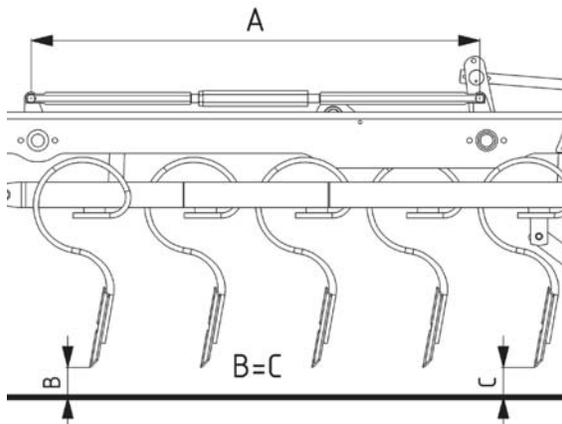

Abb. 17 Regelung des Zahnsegments - Prüfabmessungen.
- Mit dem Schlüssel (2) die Lage des Zahnsegments durch die Änderung der Abmessung „A“ bis zu dem Zeitpunkt regeln, in dem die Abmessungen „B“ und „C“ gleich sind (Abb. 17) .